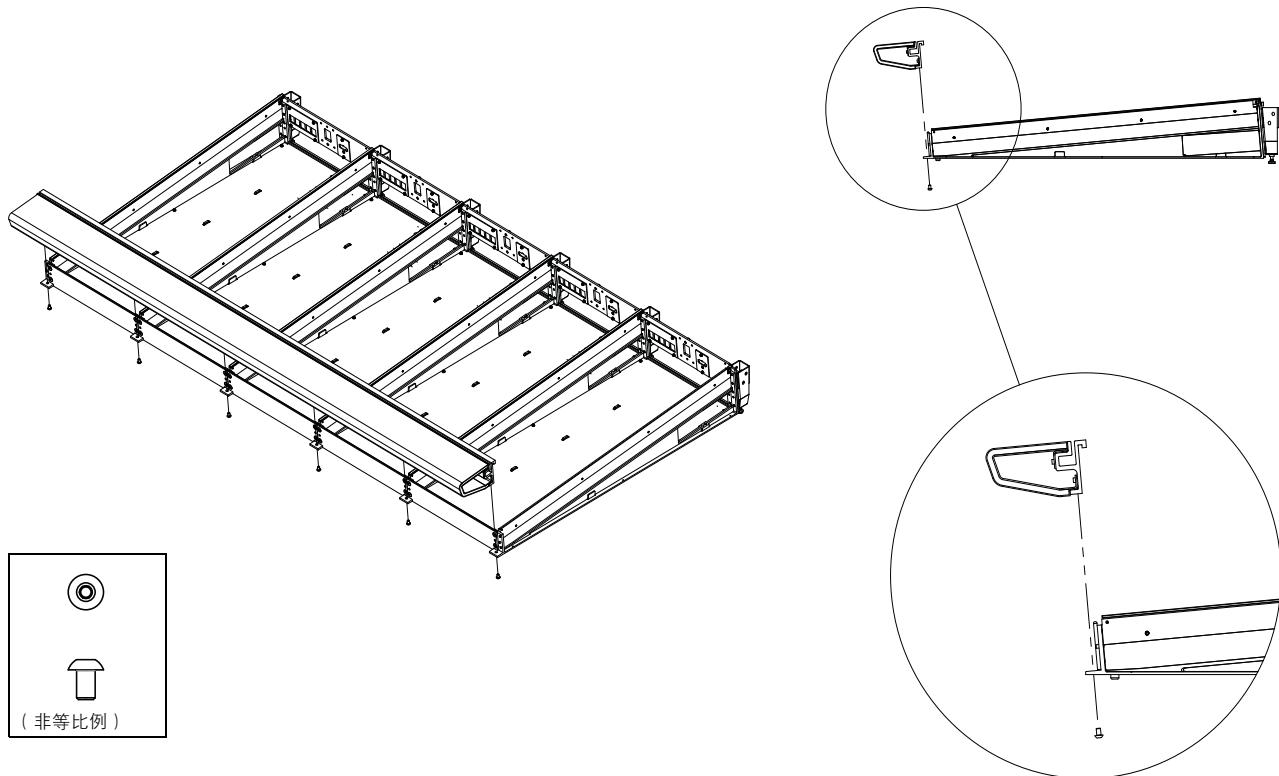

图 25 装配承架
- 4 确保正确设定承架的方位，然后将其轻轻地下放到机架前端的顶部承压边缘，确保将其挂在适当位置（见图 25）。